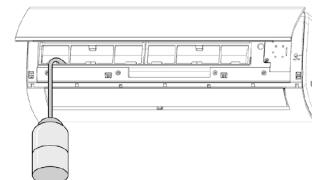

fig. 22 -
- Per controllare il drenaggio, versare dell'acqua nella bacinella di scarico condensa ("fig. 22 - ").